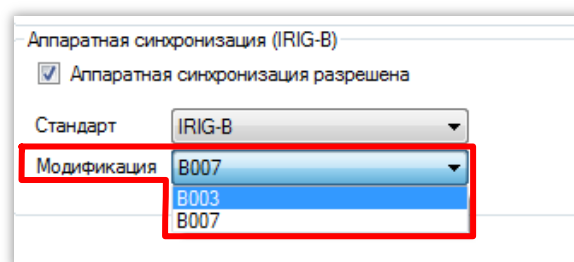

Рисунок 16 – Выбор типа модификации стандарта IRIG-B
2.5.3 Выбрать тип модификации стандарта IRIG-B (см. рисунок 16).